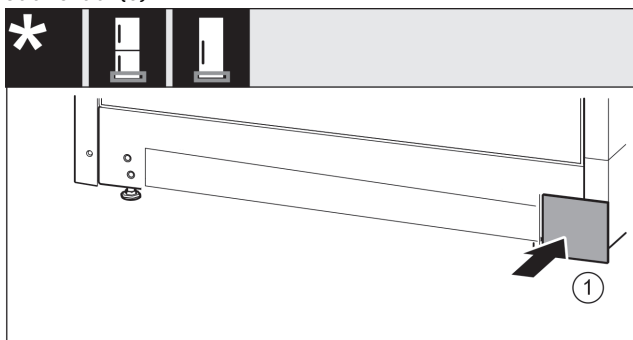

Fig. 37
- ▶ Pange kate teisel küljel taas peale. Fig. 37 (1)